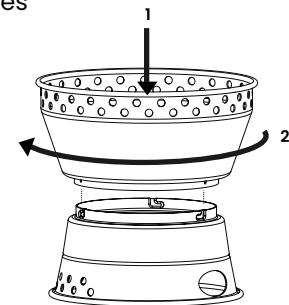

Fig. 2
- Placez la base du cuiseur (14) sur une surface horizontale stable, en matériau non inflammable, insérez les bosses sur la collarette du pare-vent (5) dans les rainures en L et tournez le pare-vent jusqu'à ce qu'il soit verrouillé (fig. 2).